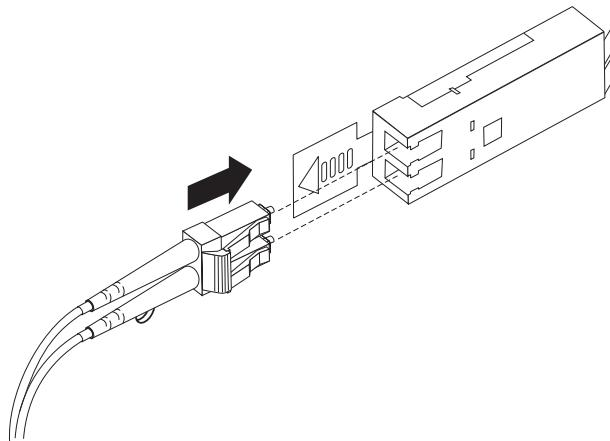

図32. LC-LC ファイバー・チャネル・ケーブルの SFP モジュールへの挿入
4. 保護キャップを外した LC-LC ケーブルの端を、DS5020 に取り付けられた SFP モジュールに慎重に挿入します。ケーブル・コネクターにはキー溝が付いているため、SFP モジュールに正しく挿入することができます。図 32 に示すように、コネクターを持ったまま、所定の位置でクリック音がするまでケーブルを押し込みます。